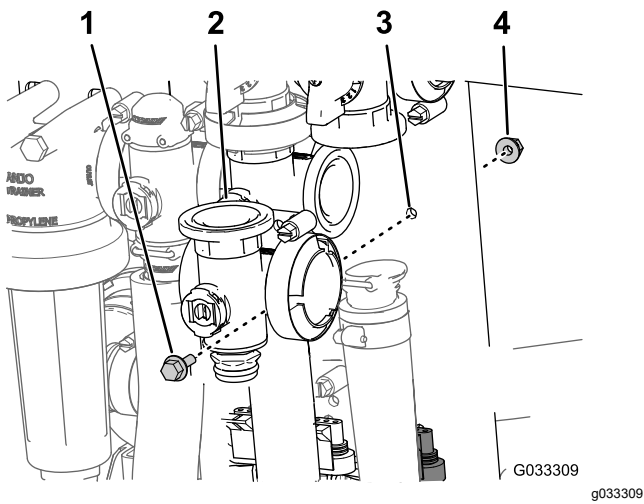

Figura 72
3. Retire el perno con arandela prensada y la contratuerca con arandela prensada que sujetan la válvula maestra al soporte de la válvula, y retire el distribuidor de la válvula de la máquina (**Figura 72**).